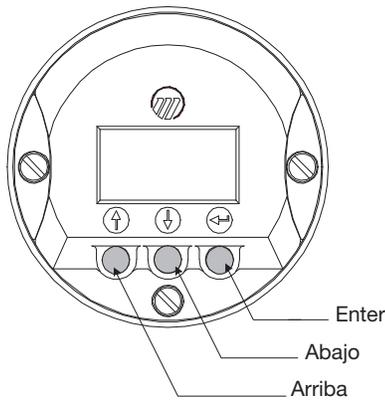

Figura 2
3. Use las teclas \uparrow y \downarrow para moverse de un paso del programa de configuración al siguiente, vea la Figura 2.